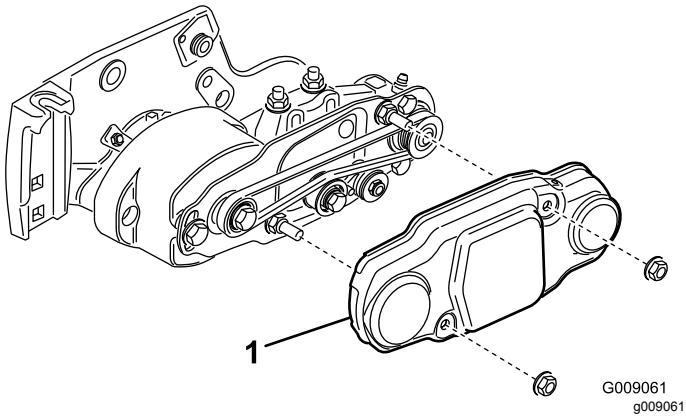

Figura 18
- Deslize a cobertura da correia para os parafusos de montagem e fixe-a com 2 porcas flangeadas (Figura 18).